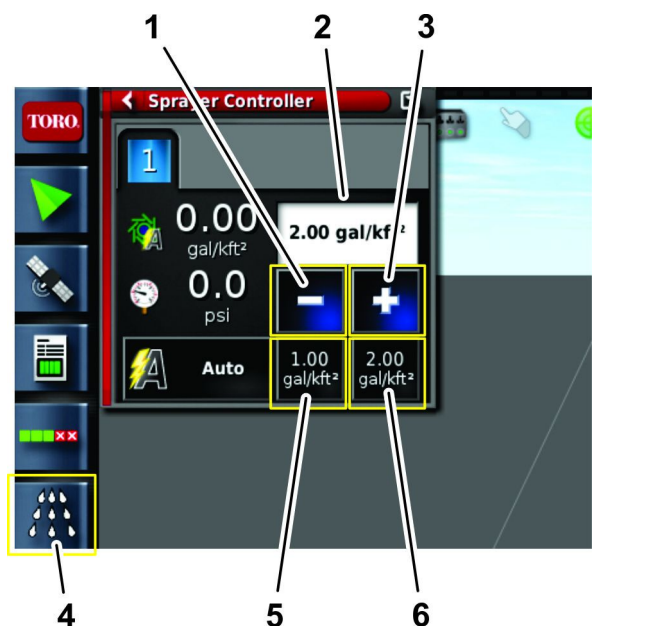

Figura 98
3. Insira a taxa de aplicação desejada com um dos valores predefinidos, utilizando os ícones mais e menos ou selecionando o ícone da taxa de aplicação alvo atual (Figura 98).